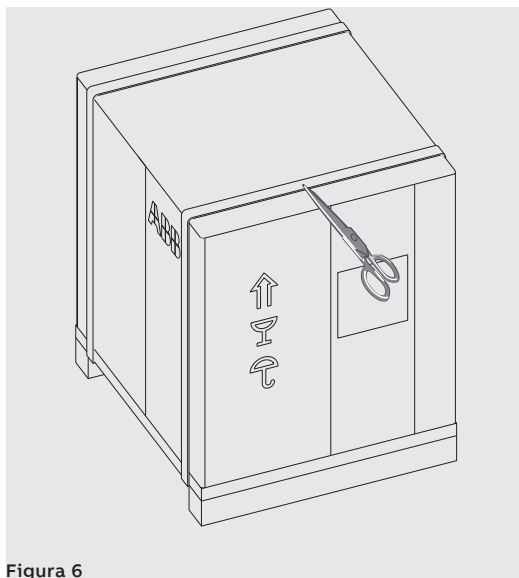
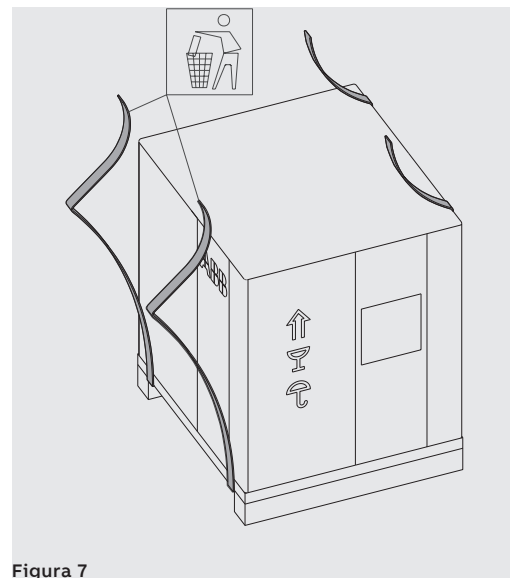

Figura 6
Figura 7
1. Cortar los zunchos que envuelven la caja de embalaje. Véase Figura 6 e Figura 7.